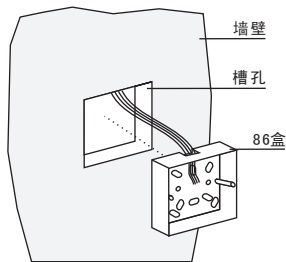

图 1
1. 按86盒尺寸在86盒中心点距地面约145cm处的墙上开一槽孔，将连接分机线从86盒进线孔穿过，再将86盒装在槽孔内，并预埋水泥（见图1）。